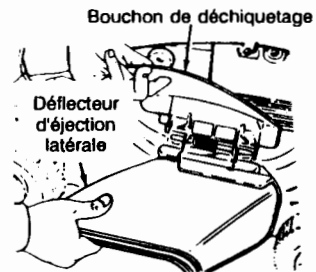

Figure 13
2. Relevez le bouchon de déchetage à charnière qui se trouve sur le côté du plateau de coupe. Voir la figure 13.